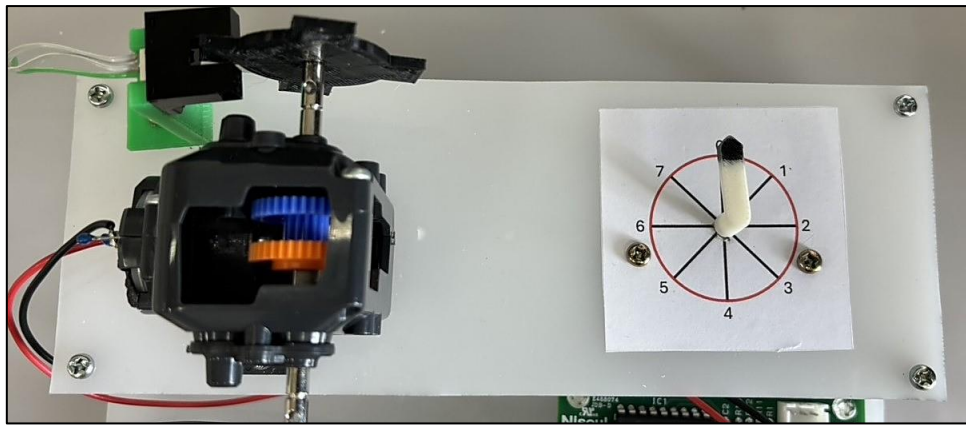

図5 DCモータ、フォトインタラプタ、ステッピングモータの外観図
第2版	別紙1 変更履歴を追加 要項全体の文章文言整理 11の(6)(7)を追記 資料1の差し替え 資料5①④⑤の図差し替え 資料7の図5、6、7の差し替え (遮蔽版の色を変更、ステッピングモータ角度表示用紙のシール化、スライダーの変更等)